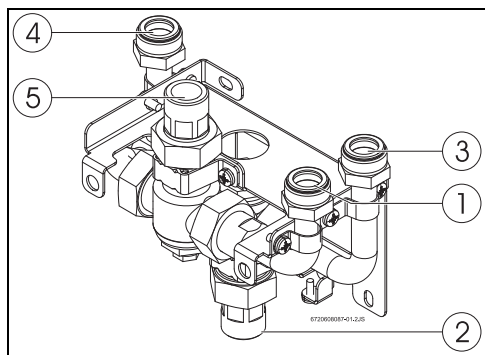

Fig. 3
- Placer le filtre à tamis (Fig. 1, [15]) sur l'arrivée d'eau froid (Fig. 3, [1]).